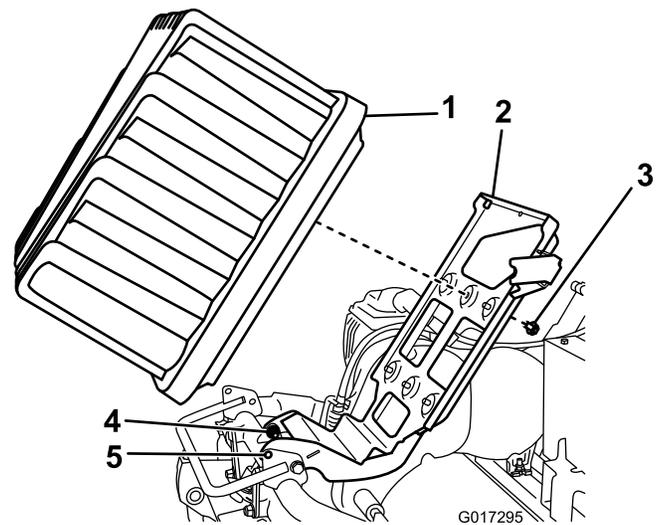

Figura 9
6. Levante la bandeja de la batería hasta que los taladros de bloqueo de la base y del bastidor queden alineados (Figura 9).
5. Afloje los 2 pernos/tuercas de pivote media vuelta cada uno (Figura 9).